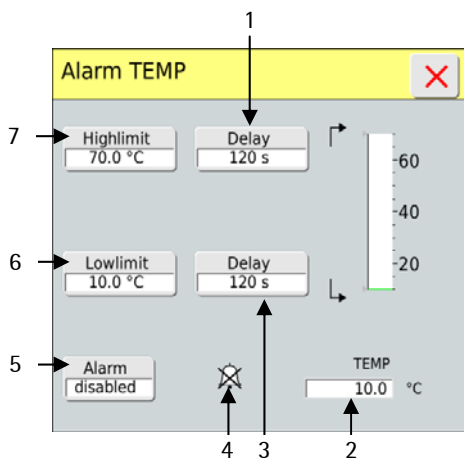

Abb. 29: Menü „Alarm TEMP“
- Nach Eingabe der Alarmgrenzen den Alarm durch Drücken der Taste „Alarm“ (Abb. 29, Pos. 5) aktivieren.